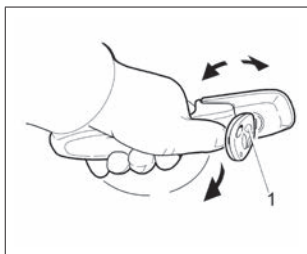

Рис. 3. Открывание двери
**Передние двери** блокируются: снаружи – ключом **1** (рис. 3) или **(в варианном исполнении)** пультом дистанционного управления; изнутри – нажатием на кнопку блокировки **1** («утапливанием») (рис. 4а, 5а) в двери или **(в варианном исполнении)** кнопкой  в модуле двери водителя (рис. 6б). Блокировать замок можно только при закрытых дверях. Кнопка  в модуле двери водителя **(в варианном исполнении)** служит для одновременной блокировки или разблокировки дверей автомобиля. При нажатии на эту кнопку происходит смена состояния замков дверей. Например, если двери автомобиля были разблокированы, то после нажатия на эту кнопку двери блокируются, и наоборот.